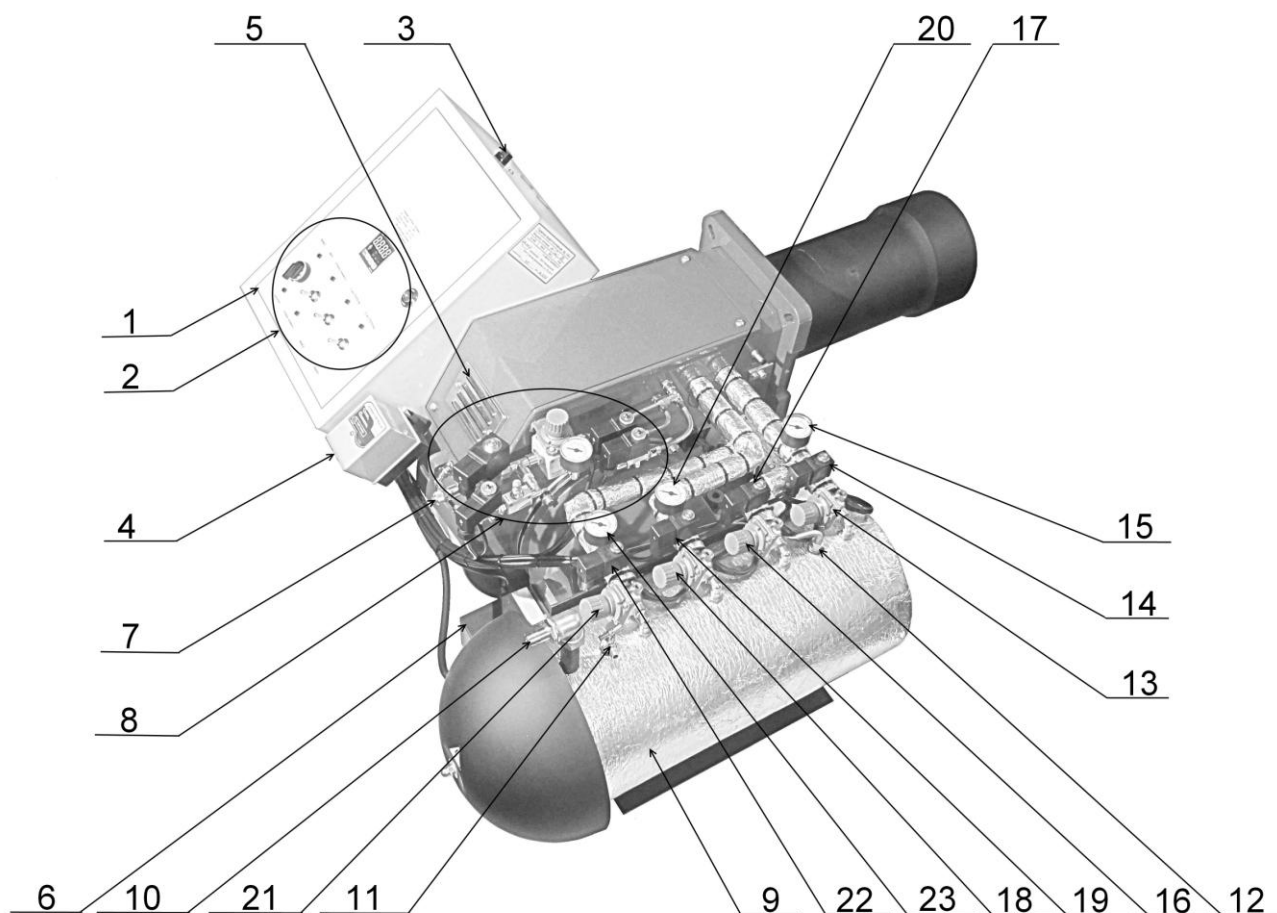
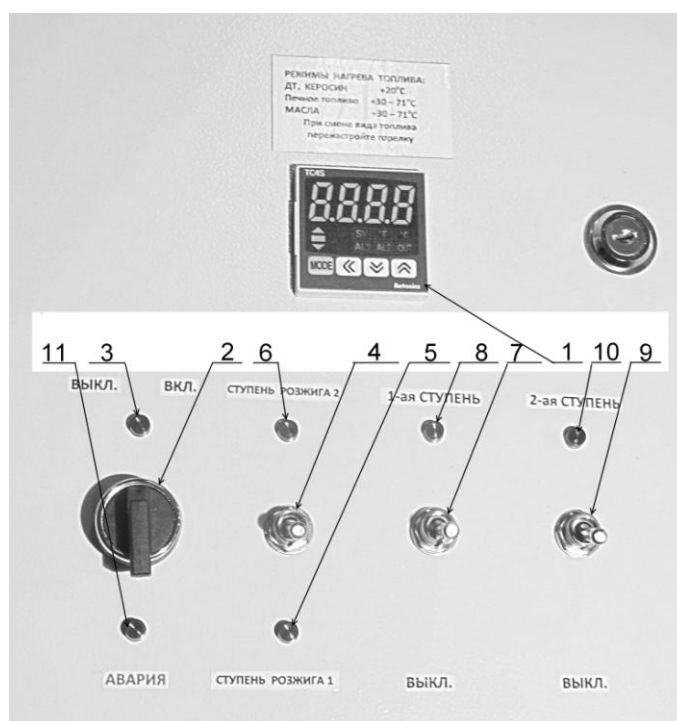
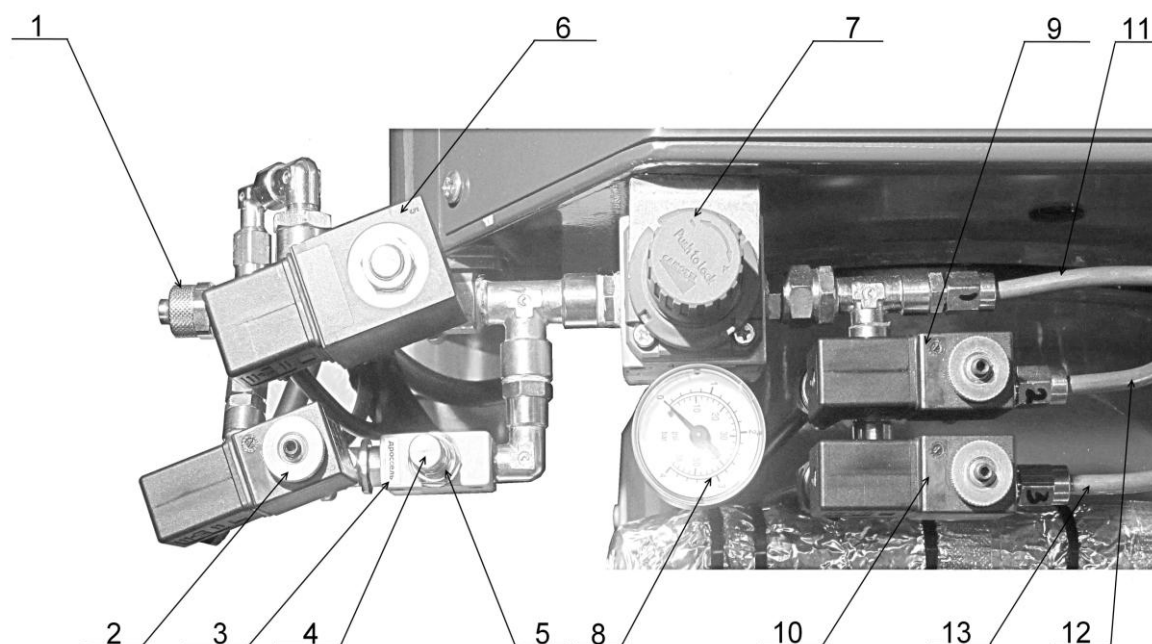
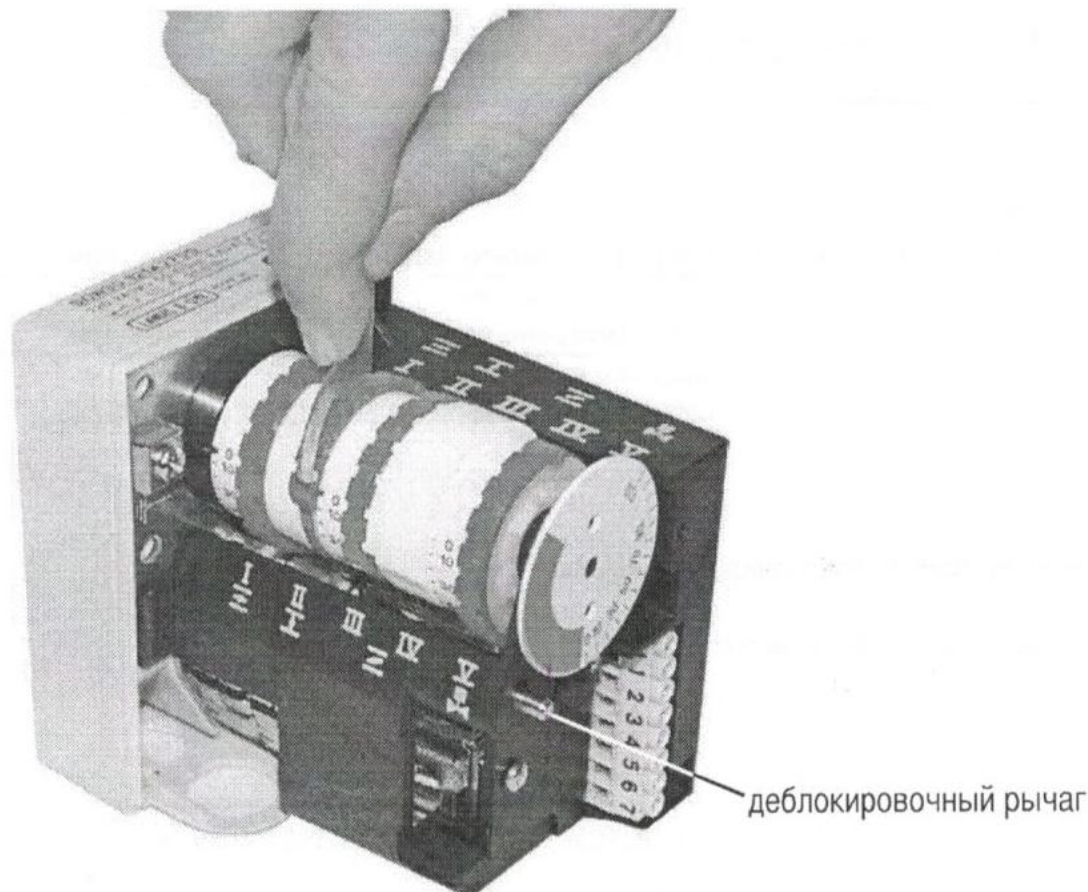

Рис.6. Органы управления и узлы контроля параметров Горелки.
Рис.7. Компоненты управления на электрическом шкафе.
Рис. 11. Блок регулирования первичного воздуха (от компрессора).
Рис. 12. Регулировка вторичного воздуха. Электропривод воздушной заслонки двухступенчатой Горелки.
8. Блок регулирования первичного воздуха (от компрессора) Рис.12
Температурный контроллер используется для точного поддержания оптимальной температуры от 20 до 71 °С топлива в подогревателе топлива (Рис. 7, поз. 9) и подачи команды запуска Горелки на топочный автомат AL1 гаснет при достижении температуры масла 6 °С менее заданной.
Установите электрический переключатель (Рис. 7, поз. 4) в положение вниз ступень розжига 1, переключатели (Рис. 7, поз. 7,9) в положение вниз. Установите давление топлива ступени розжига 1 изначально в пределах от 0,05 до 0,4 бар с помощью регулятора давления топлива ступени розжига (Рис. 6, поз. 13), давление контролируйте по манометру (Рис. 6, поз. 15).
Установите электрический переключатель (Рис. 7, поз. 4) в положение вверх ступень розжига 2, переключатель (Рис. 7, поз. 7,9) в положение вниз, установите давление топлива с помощью регулятора давления ступени розжига 2 (Рис.6 поз.16) от 0,2 до 0,8 бар, давление контролируйте по манометру (Рис. 6, поз. 15), после чего ступень розжига заработает на полную мощность. Выставьте параметры первичного и вторичного воздуха. Рекомендации даны ниже.
Установите электрический переключатель (Рис. 7, поз. 7) в положение 1-ая ступень (вверх) переключатель (Рис. 7, поз. 9) в положение вниз. Установите давление топлива 1-ой ступени в пределах от 0,2 до 0,8 бар с помощью регулятора давления топлива первой ступени (Рис. 6, поз. 18), давление контролируйте по манометру (Рис. 6, поз. 20), выставьте параметры первичного и вторичного воздуха. Рекомендации даны ниже.
Установите электрический переключатель (Рис. 7, поз. 9) в положение ступень 2 вверх. Установите давление топлива ступени 2 от 0,2 до 0,8 бар с помощью регулятора давления топлива второй ступени (Рис. 7, поз. 21), контролируйте давление по манометру (Рис. 7, поз. 23), выставьте параметры первичного и вторичного воздуха рекомендации даны ниже.
Первичный воздух поступает от компрессора по магистрали (Рис. 11 поз.1) , проходит через электромагнитный клапан дросселя (рис.11 поз.2), дроссель (Рис.11 поз.3) и далее с малым давлением на форсунку ступени розжига, давление контролируется по манометру (Рис. 11 поз.8).
Через 7 секунд, открывается основной электромагнитный клапан первой ступени (Рис.11 поз.6), первичный воздух проходит через регулятор давления (Рис.11 поз.7) и контролируется по манометру (Рис.11 поз.8) и далее на форсунку первой ступени.
Для изменения регулировки давления воздуха поднять верхнюю крышку регулятора давления (рис.11 поз.7) до щелчка, для уменьшения давления воздуха поворачивать против часовой
стрелки, для увеличения по часовой. Оптимальное рабочее давления 1,8-3,0 бар, контролируемое по манометру (Рис. 11 поз.8). После регулировки давления опустить верхнюю крышку до щелчка.
Затем вместе с электромагнитным топливным клапаном первой ступени открывается электромагнитный воздушный клапан первой ступени (Рис.11 поз.9) и первичный воздух идет на форсунку первой ступени.
Далее вместе с электромагнитным топливным клапаном 2-ой ступени открывается электромагнитный воздушный клапан 2-ой ступени (Рис.11 поз.10) и первичный воздух идет на форсунку ступени 2.
Установите электрический переключатель (Рис. 7, поз. 4) в положение ступень розжига 1 (вниз) переключатель (Рис. 7, поз. 7,9) в положение вниз (выкл.). Установите давление топлива ступени розжига 1 в пределах от 0,05 до 0,4 бар с помощью регулятора давления топлива ступени розжига 1 (Рис.6, поз. 13), давление контролируйте по манометру (Рис. 6, поз. 15), выставьте параметры первичного воздуха (Рис.11 , поз. 3,7) и контролируйте по манометру (Рис. 11, поз. 8) давление для AL-120V, AL-120T 1,8-3,0 бар.
Установите электрический переключатель (Рис. 7, поз. 5) в положение ступень розжига 2 (вверх). Установите давление топлива ступени розжига 2 в пределах от 0,2 до 0,8 бар , с помощью регулятора давления топлива ступени розжига 2 (Рис.6, поз. 16), давление контролируйте по манометру (Рис. 6, поз. 15), выставьте параметры первичного воздуха (Рис.11 , поз. 3,7) и контролируйте по манометру (Рис. 11, поз. 8) давление для AL-120V, AL-120T 1,8-3,0 бар.
Снимите защитный кожух с привода воздушной заслонки (Рис. 6, поз. 6). II-й рычаг положения воздушной заслонки ступени розжига (Рис.12 поз.II) должен быть положение 0-10. Положение 0 соответствует полностью закрытой заслонке. (Рис.12)
Установите электрический переключатель (Рис. 7, поз. 7) в положение первая ступень (вверх). Установите давление топлива первой ступени в пределах от 0,2 до 0,8 бар с помощью регулятора давления топлива первой ступени (Рис. 6, поз. 18), давление контролируйте по манометру (Рис. 6, поз. 20). Выставьте параметры первичного воздуха (Рис.11 , поз. 7) и контролируйте по манометру (Рис. 7, поз. 8) давление для AL-120V, AL-120T 1,8-3,0 бар. Установите рычаг III (Рис.12 поз.III) положения воздушной заслонки первой ступени 5-60 гр. (Рис.12). Открытие(закрытие) клапана 1-ой ступени происходит автоматически .
Установите электрический переключатель (Рис. 7, поз. 9) в положение 2-ая ступень (вверх). Установите давление топлива второй ступени в пределах от 0,2 до 0,8 бар с помощью регулятора давления топлива второй ступени (Рис. 6, поз. 21), давление контролируйте по манометру (Рис. 6, поз. 23).
Выставьте параметры первичного воздуха (Рис.11 , поз. 7) и контролируйте по манометру (Рис. 11, поз. 8) давление для AL-120V, AL-120T 1,8-3,0 бар. Установите рычаг I (Рис.12 поз.I) положение 40-90 гр. Это положение воздушной заслонки второй ступени. Кулачек V (Рис.12 поз.V) открытие(закрытие) клапана 2-ой ступени, должен находиться между кулачком I и III . (Рис.12)
Если воздушная заслонка провернулась в обратную сторону, то для возврата в начальное положение (Рис.12) нажмите деблокировочный рычаг и установите закрыто положение в ручную.
3.4.7 Индикатор АВАРИЯ (Рис.7 поз.14)
Для предотвращения данной ситуации в огневой трубе установлен температурный датчик, отключающий горелку при достижении температуры 110 °С, при этом светится индикатор АВАРИЯ (Рис.7 поз.14).
воздушной заслонки ступени розжига (Рис.12 поз.II) должен быть положение 0-10 гр. Перемещение рычага I осуществляется его смещением (Рис.12). Положение 0 соответствует закрытой заслонке. Запустите Горелку п. 3.5. Горелка должна запускаться на ступени розжига без хлопков.
Возьмите отбор проб на сажное число, если сажное число менее 1, необходимо уменьшить подачу вторичного воздуха, перемещая синий рычаг влево, если больше - вправо (Рис. 12). Оптимальное значение сажного числа 1-3.
Установите электрический переключатель (Рис. 7, поз. 7) в положение первая ступень (вверх). Установите давление топлива первой ступени в пределах от 0,2 до 0,8 бар с помощью регулятора давления топлива первой ступени (Рис. 6, поз. 18), давление контролируйте по манометру (Рис. 6, поз. 20). Выставьте параметры первичного воздуха (Рис.11 , поз. 7) и контролируйте по манометру (Рис. 11, поз. 8) давление для AL-120V, AL-120T 1,8-3,0 бар. Установите рычаг III положения воздушной заслонки первой ступени (Рис.12 поз.III) на 5-60. Автоматическое открытие(закрытие) клапана 1-ой ступени обеспечивает плавный переход со ступени розжига на первую ступень.
Возьмите отбор проб, если содержание CO₂ в отходящих газах отличается от 11-13% проведите регулировку вторичного воздуха (Рис. 12).
Возьмите отбор проб на сажное число, если сажное число менее 1, необходимо уменьшить подачу вторичного воздуха, перемещая рычаг III , если больше - увеличить. (Рис. 12). Оптимальное значение сажного числа 1-3.
Установите рычаг I положения воздушной заслонки ступени (Рис.12 поз.I) в положение 40-90 гр.
Кулачек (Рис.12 поз.V) - открытие(закрытие) топливного клапана 2-ой ступени (Рис.6 Поз.22) должен быть между кулачком III и кулачком I (Рис.12), положение данного кулачка должно обеспечивать плавный переход с первой ступени на вторую ступень и обратно.
Возьмите отбор проб на сажное число, если сажное число менее 1, необходимо уменьшить подачу вторичного воздуха, перемещая красный рычаг влево, если больше - вправо (Рис. 12). Оптимальное значение сажного числа 1-3.